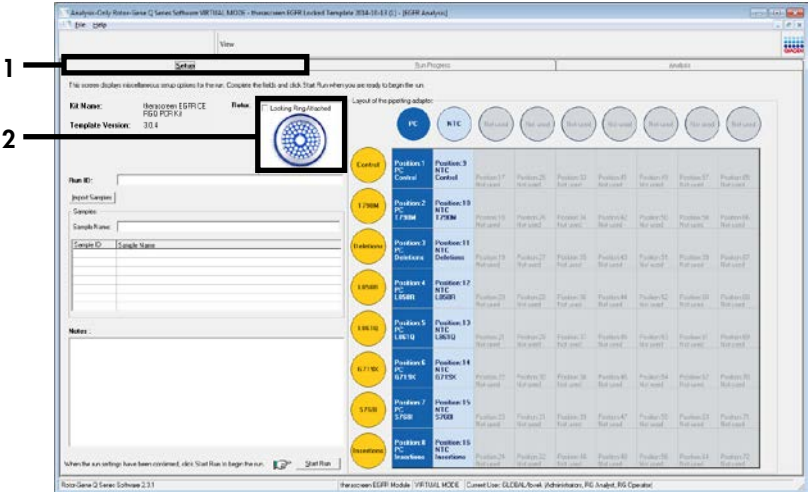

Figura 11. Pestaña “Setup” (Configuración; 1) y opción “Locking Ring Attached” (Anillo de fijación sujeto; 2).
13. Se abre de manera predeterminada la pestaña “Setup” (Configuración) (figura 11). Confirme que el anillo de fijación esté sujeto y marque la casilla “Locking Ring Attached” (Anillo de fijación sujeto). Cierre la tapa del equipo Rotor-Gene Q MDx.